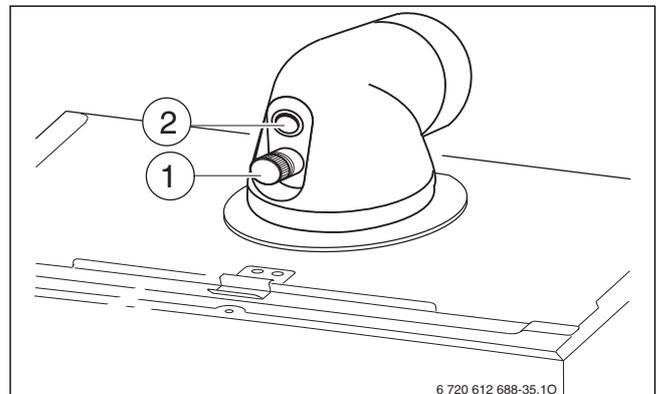

Fig. 46
- ▶ Retirer le bouchon sur la prise de mesure de l'air de combustion [2] (→ figure 46).
- ▶ Retirer le bouchon au niveau de la prise de mesure des fumées [1] (→ figure 46).